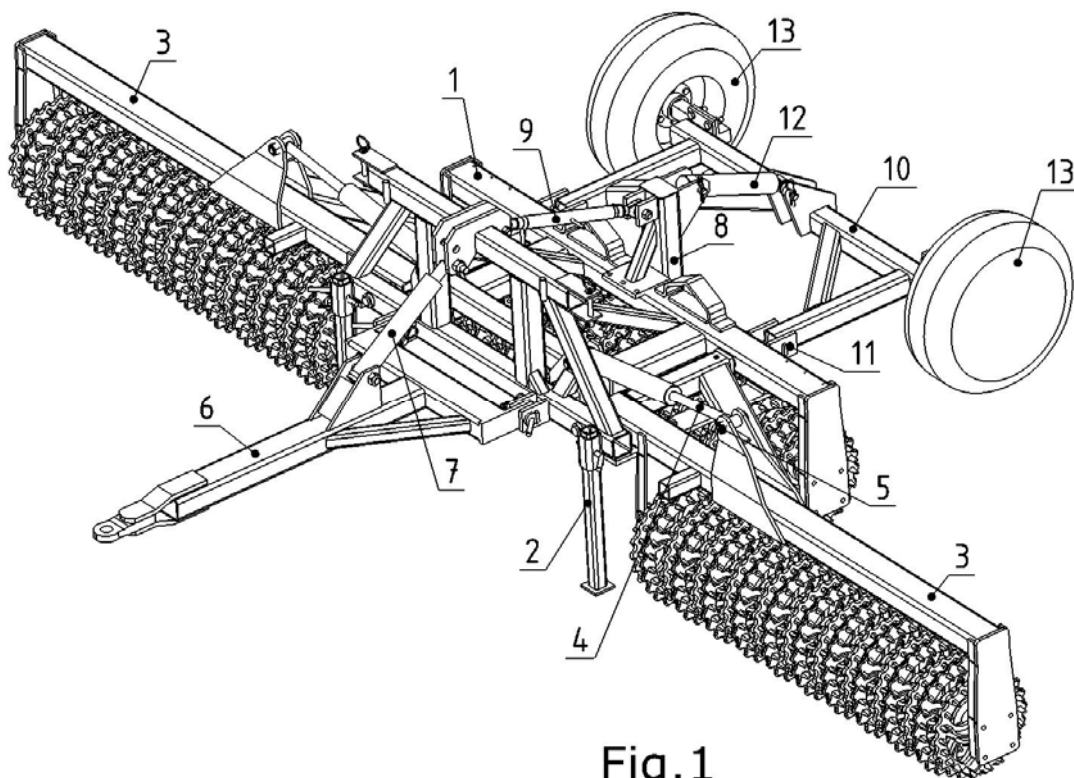

Fig.1
6.2. МОНТАЖ (рис.1)
Приподнимите два упора № 2 (рис.1).
Поставьте клинья упора на гидроцилиндр прицепного устройства № 7 (рис.1) в зависимости от системы навески трактора.